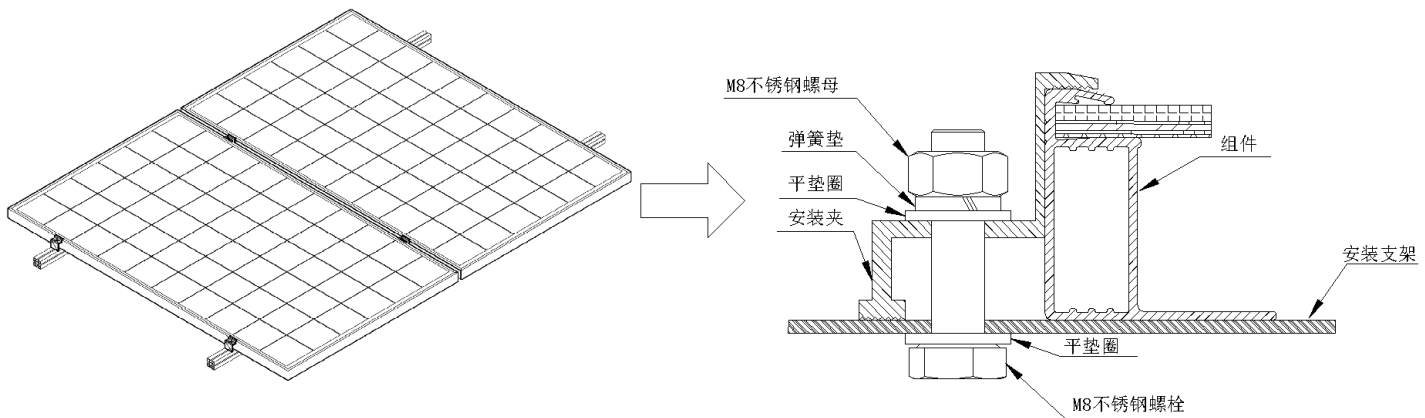

图 6 安装夹安装
- 安装夹安装：使用合适的夹具，使用组件与安装支架固定，如图 6 所示。